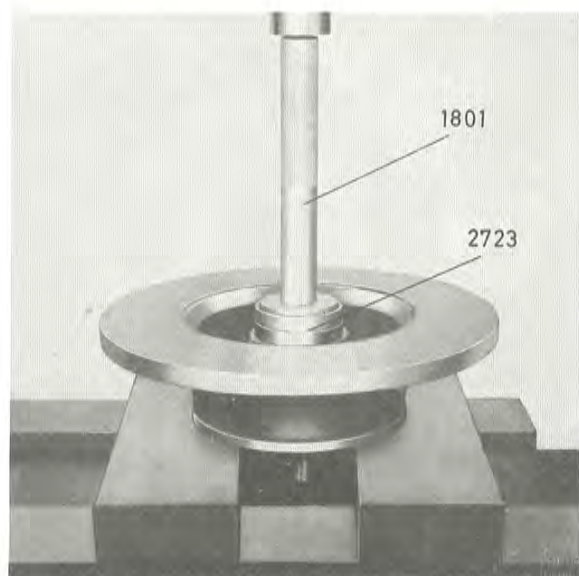

Bild 24. Montering av tätningssring
1. Placera inre lagret på plats i navet och pressa i tättningsringen med dorn 2723 och standardskaft 1801, bild 24. Inolja filtringen rikligt med exempelvis tunn motorolja.